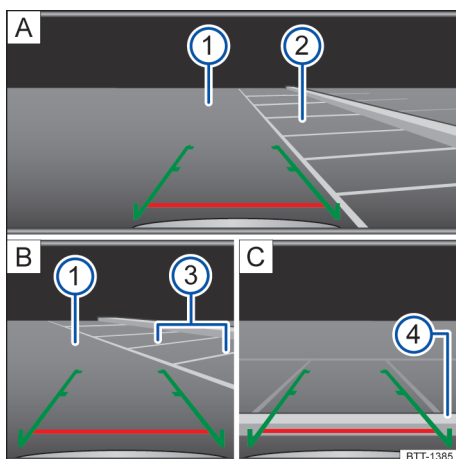

Fig. 106 Exibição do display do sistema do rádio: estacionar com a câmera de marcha a ré.
Legenda para Fig. 106:
- Posicionar o veículo na frente da vaga de estacionamento → Fig. 106 ② [A].
- Conduzir para trás lentamente e manobrar de modo que as guias verdes laterais conduzam entre as linhas de delimitação da vaga de estacionamento delimitada ② [A].
- Alinhar o veículo na vaga de estacionamento selecionada de modo que as guias verdes laterais fiquem em cima das linhas de limitação lateral ③ [B].
- Parar o veículo, quando a linha vermelha atingir a limitação traseira ④ [C].